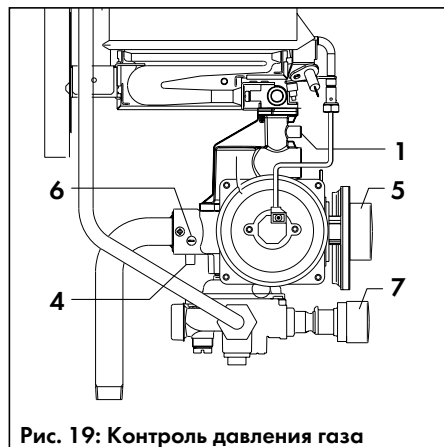

Рис. 19: Контроль давления газа
- Открутите винты (12) и снимите крышку (13) с газовой арматуры (крышка подпружинена).
- Вытащите прокладку корпуса (20), пружину вентиля (17) и клапан вентиля (18).
- Замените клапан вентиля (18) и прокладку корпуса (20) на соответствующие из комплекта для перенастройки и вставьте их вместе с прежней пружинкой (17) в газовую арматуру.
- Установите крышку (13) обратно, крепко затянув её винтами (12).
- Установите трансформатор розжига (22) и отсек элементов питания (24), закрутив винты (21) и (23).
- Установите коллектор (2) с соплами и соберите горелку, обратив внимание на наличие предварительного сопла:
- Подсоедините U-образный манометр к штуцеру для измерения давления газа на соплах (1, рис. 19), вывернув из него винт.
- Подсоедините U-образный манометр к штуцеру для измерения давления газа на соплах (1, рис. 19), вывернув из него винт (рекомендуется U-образный манометр Vaillant № 99-0034).